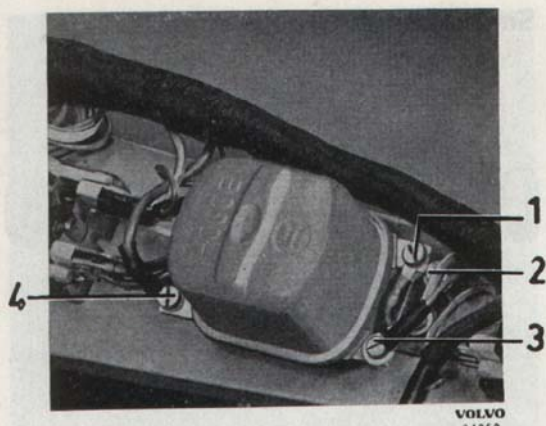

Bild 35. Laddningsregulatorns anslutningar
3. Anslut ledningarna. Ledningarna anslutes enl. bild 35 eller enl. kopplingsschema.